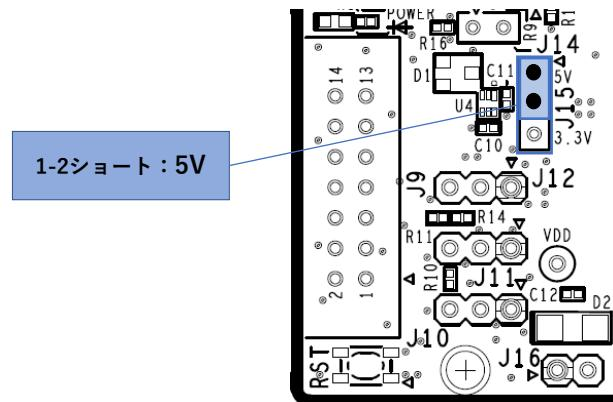

図 5-5: 5V 使用時のヘッダ設定(部品面)
- J15 1-2 ショート : 5V 電源を選択。出荷時初期設定。(図 5-5)